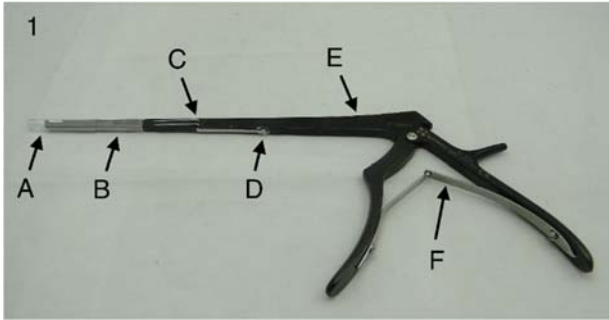

Figura 1
2. Compruebe el funcionamiento de las palancas de liberación de las puntas y la palanca de bloqueo de seguridad (v. figura 1) presionándolas y soltándolas. Si alguna de las palancas no se puede presionar (nota: la palanca de liberación de las puntas inferior solo se puede presionar si se ha presionado la palanca de bloqueo de seguridad) o vuelven a saltar después de liberarlas, devuelva el mango para su reparación.